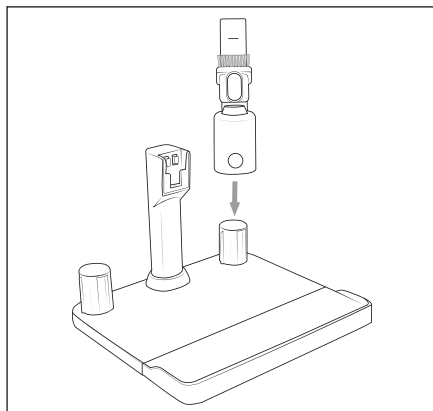

Abb. 13
- ◆ Drücken Sie nach dem Gebrauch den Ein-/Ausschalter (1) 30, um das Gerät auszuschalten. Das Anzeigepanel 27 erlischt.
- ◆ Entfernen Sie gegebenenfalls die 2-in-1-Kombibürste 13 vom Gerät und stecken Sie diese zur Aufbewahrung auf die Zubehörhalterung 16 (siehe Abbildung 13).